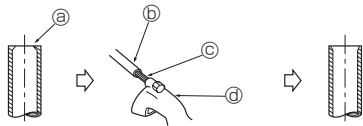

Fig. 5-4
5.2.2. Atplaišų šalinimas (Fig. 5-4)